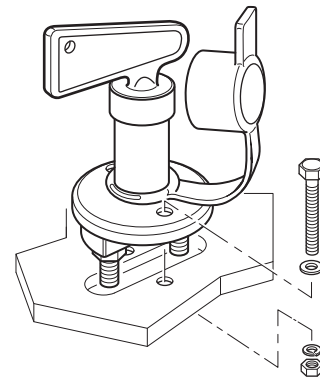

Fig. 48
- ▶ Monter l'interrupteur coupe-batterie sur un endroit approprié du véhicule et le fixer avec les vis fournies (Fig. 48).